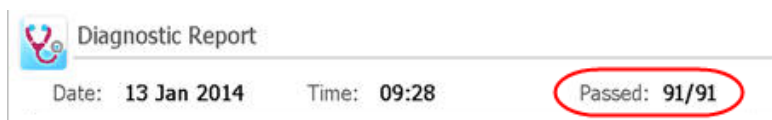

Figura 17 Banner del informe de diagnóstico con los resultados de las pruebas destacados en un círculo rojo
- 9 Compruebe el informe de diagnóstico. En el banner que hay en la parte superior del informe se indica el número de pruebas superadas del número total de pruebas realizadas (consulte la Figura 17).